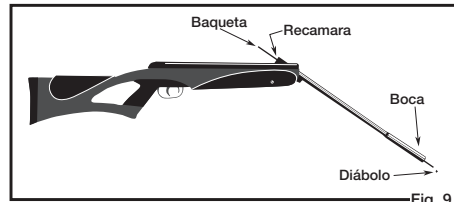

Fig. 9
- Si está atascado, introduzca una baqueta de limpieza en la recámara y empuje el diábolos atorado para sacarlo por la boca del cañón. No intente volver a usar ese diábolos (Fig. 9).